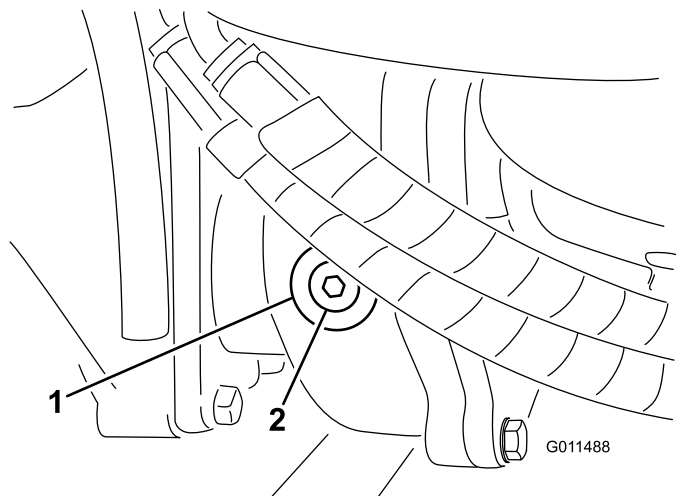

Figura 69
2. Retire el tapón de verificación/llenado del lado izquierdo de la caja de engranajes y asegúrese de que el lubricante llega al borde inferior del orificio (Figura 69).